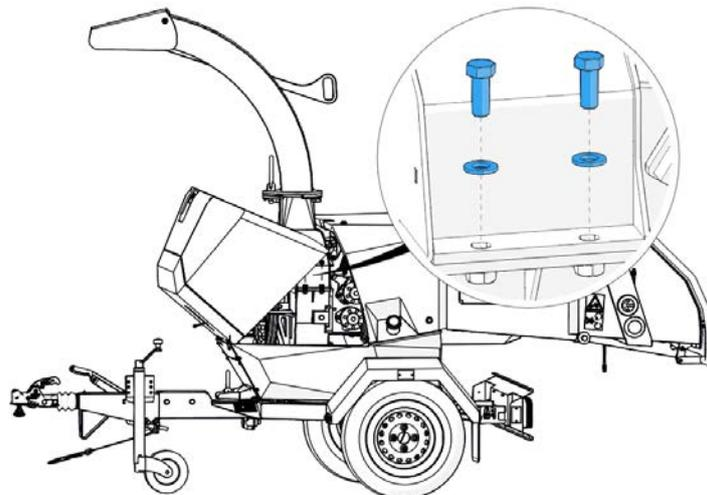

Figure 53 - Boulons du couvercle de la chambre de broyage
5. Déposez les deux boulons qui maintiennent le couvercle de la chambre de broyage en position fermée (Figure 53).